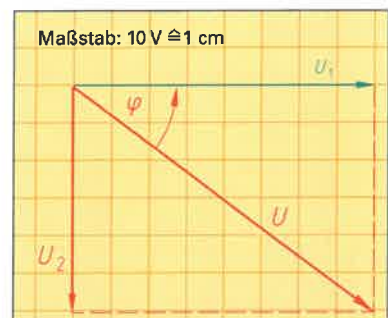

Bild 3: Addition von Zeigern
12. Zwei Wechselspannungen einer Reihenschaltung sind phasenverschoben. Die Wechselspannung  $U_1 = 40 \text{ V}$  ist gegenüber der Wechselspannung  $U_2 = 30 \text{ V}$  um  $90^\circ$  voreilend. a) Tragen Sie im Bild 3 die Spannung  $U_2$  an  $U_1$  an. b) Zeichnen Sie im Bild 3 die Gesamtspannung  $U$  und den Phasenverschiebungswinkel  $\varphi$  zwischen  $U$  und  $U_1$  ein. c) Ermitteln Sie aus Bild 3 die Werte für  $U$  und  $\varphi$ . d) Nennen Sie die Art der Phasenverschiebung  $U_1$  gegenüber  $U$ .